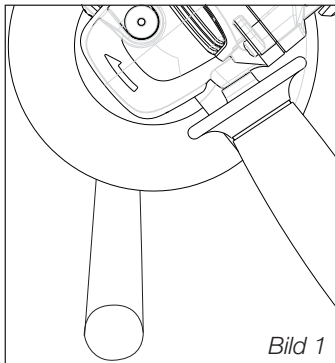

Bild 1
- Trennscheiben dürfen nur zum Trennen (Bild 1) eingesetzt werden, sie dürfen nicht seitlich belastet werden.